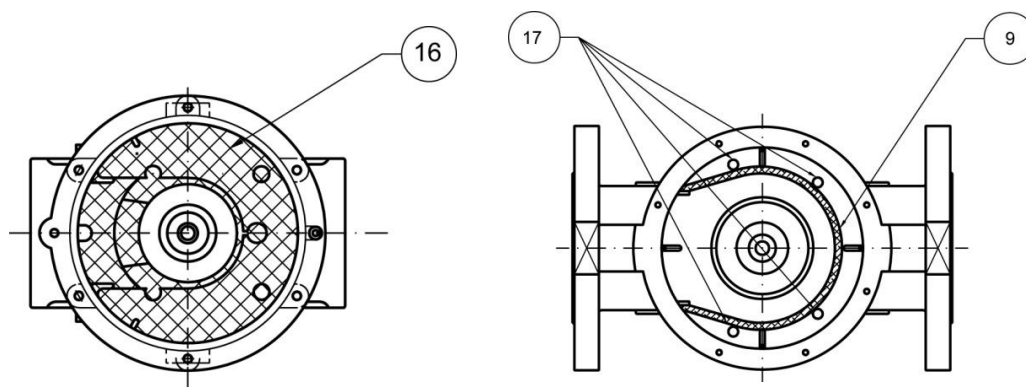

Рис. 11
**DN 15 ÷ DN 50** (см. рис 1): при помощи отвертки отпустить винты крепления (9), осторожно снять с корпуса (5) крышку (2), проверить состояние затвора и при необходимости заменить резиновую прокладку (3). Затем прочистить или продуть фильтрующий элемент (16) либо заменить его при необходимости (правильное положение фильтрующего элемента показано на рис. 11) и собрать устройство, выполняя обратную последовательность действий.
**DN 65 ÷ DN 300** (см. рис. 3): при помощи отвертки отпустить винты крепления (3), осторожно снять с корпуса (5) крышку (2), проверить состояние затвора (11) и при необходимости заменить резиновую прокладку (10). Затем прочистить или продуть фильтрующий элемент (9) либо заменить его при необходимости (правильное положение фильтрующего элемента показано на рис. 11 и 12) и собрать устройство, выполняя обратную последовательность действий.